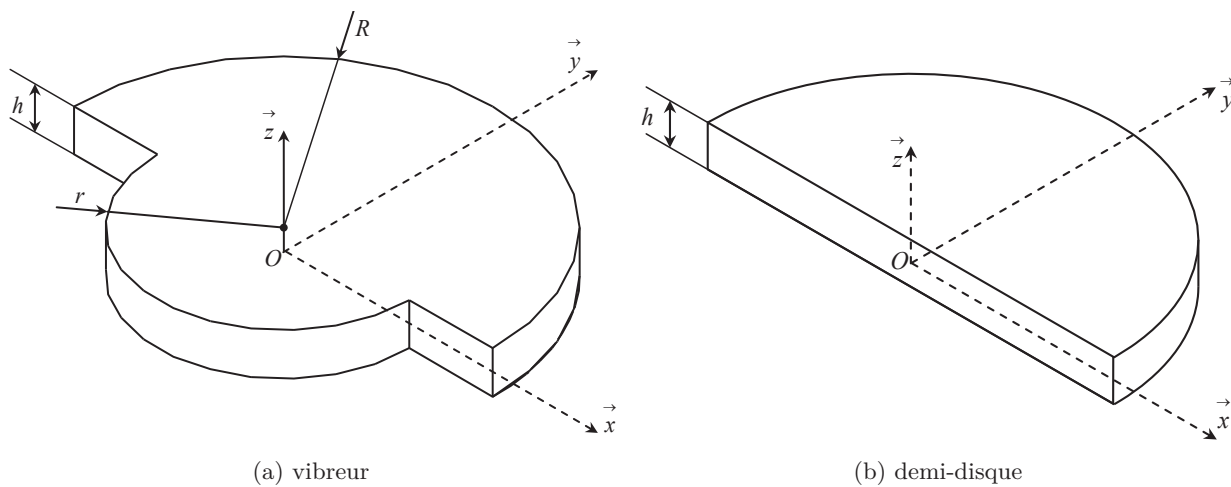

Figure 1 – vibreur
la vibration pour téléphone mobile est réalisé en faisant tourner a grande vitesse un solide (S), d'épaisseur constante  $h$ , formé de deux demi-disques ( $D_1$ ) et ( $D_2$ ) de rayon  $R$  et  $r = k \cdot R$  avec  $k < 1$  et accolés comme représenté sur la figure 1. (S) et ( $D_1$ ) et ( $D_2$ ) présentent les mêmes plans de symétrie et (S) est un solide homogène de masse volumique  $\rho$ .